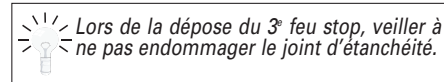

Fig. 76
- Insérer la cale en plastique (2) entre le hayon et le 3^e feu stop (Fig.76).